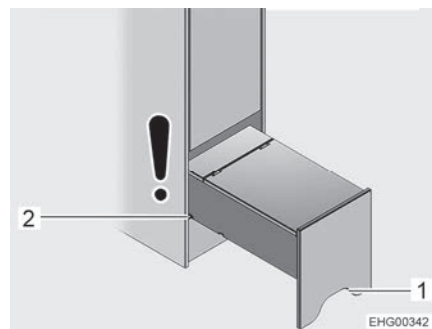

Fig. 82 Base di appoggio per la salita (completamente estratta)
- Afferrare la base di appoggio per la salita in corrispondenza dell'apertura (Fig. 82,1), sollevare leggermente ed estrarla fino alla seconda scanalatura (Fig. 82,2).